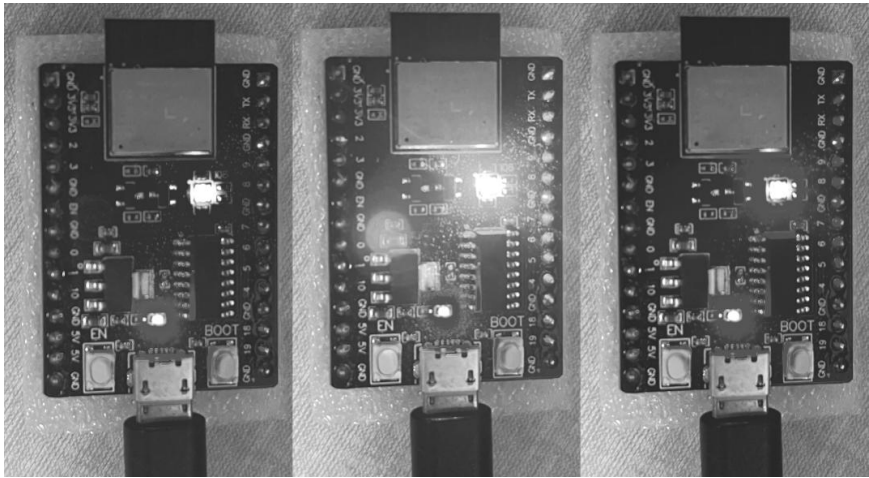

图 3.27 通过 RMT 接口实现彩色 LED 灯带控制的效果图
(1) 准备一个 ESP32-C3 开发板，通过 Visual Studio Code 开发工具编译 led_strip 工程源码，生成相应的固件，再将固件下载到 ESP32-C3 开发板上。
(2) ESP32-C3 运行程序后，灯带实物运行效果如图 3.27 所示，间隔 3s 轮流显示红色、绿色和蓝色。